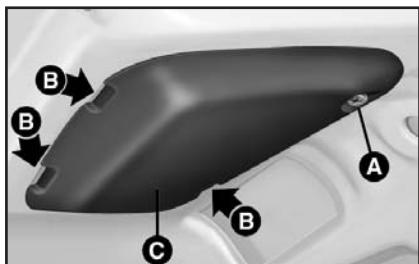

рис. 21
- 2)** Выверните крепежные винты **A** (**рис. 21**), освободите стопорные язычки **B** и снимите крышку **C** с внутренней стороны двери багажника.